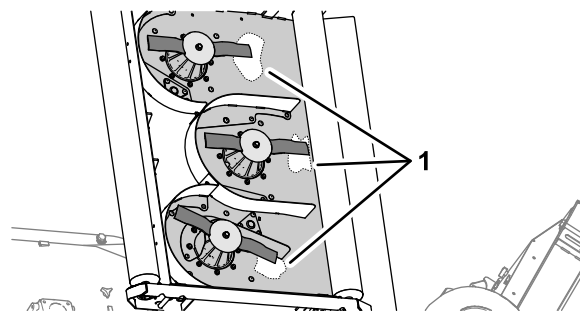

Figura 71
2. Limpie la parte inferior de la carcasa de corte en la zona adyacente al filo de corte, en la parte trasera de la cuchilla (Figura 71).